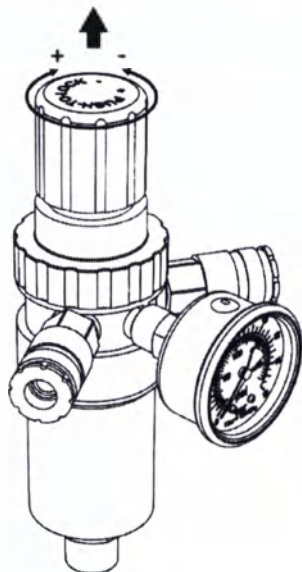

Рисунок 7
8.3.1 Настройка давления в подсоединенных пневматических инструментах регулятором давления осуществляется следующим образом (рис. 7):